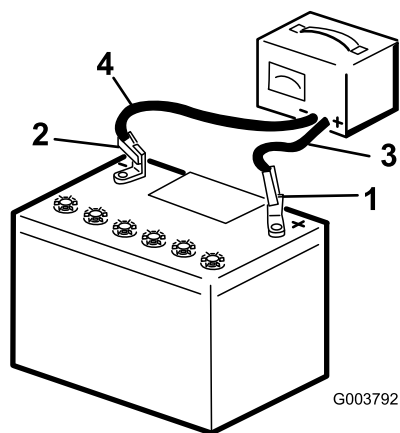

Figura 42
2. Încărcați bateria timp de minim 4 - 8 ore la 3 - 4 A (Figura 42). Nu supraîncărcați bateria.
3. Atunci când bateria este complet încărcată, deconectați încărcătorul de la priza electrică, apoi deconectați cablurile încărcătorului de la clemele bateriei (Figura 42).